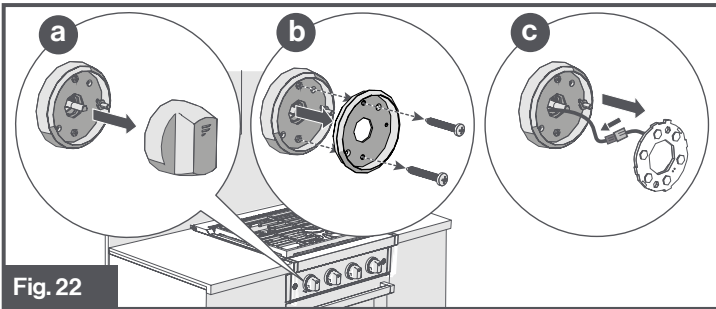

Fig. 22
- 1. Débranchez le four de l'alimentation électrique au moyen de l'interrupteur utilisé pour connecter l'appareil au réseau électrique ou du fusible. Saisissez et tirez sur le bouton de commande dont le voyant lumineux est cassé. (Fig. 22 **a**)
- 2. Retirez les deux vis qui maintiennent le guide de lumière DEL à l'aide d'un tournevis Phillips. (Fig. 22 **b**)
- 3. Retirez l'assemblage de la DEL après avoir déconnecté le fil de la base de la carte PCB de la DEL. (Fig. 22 **c**)